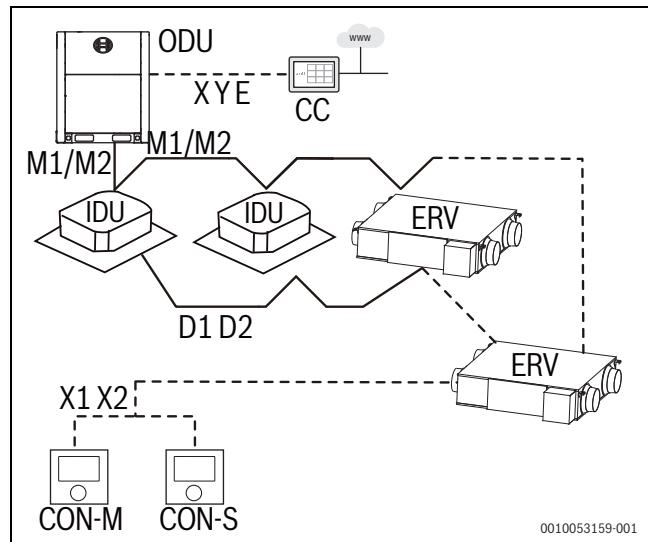

Fig. 18 Unités ERV multiples avec une ou plusieurs unités intérieures
- Groupe comportant jusqu'à 16 ERV combinés ou unités intérieures standards, contrôlé uniquement par un ou deux appareils de régulation (maître/esclave) (→ fig. 18).